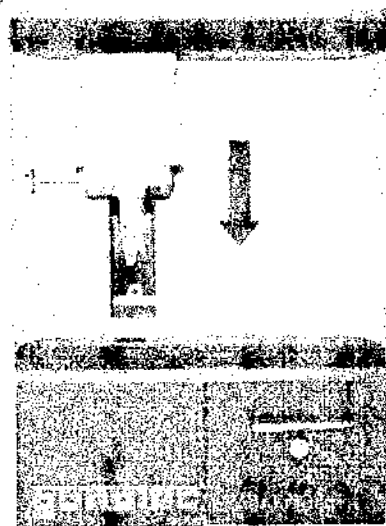

Рис. 105: Опускание подъемника
3. Опустить подъемник (рис. 105/1).